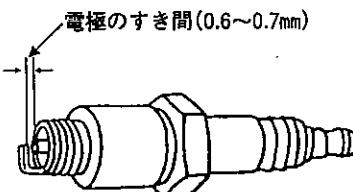

図 41
- (1) 電極部が汚れている場合は良く掃除し、電極のすき間を所定の寸法(0.6~0.7mm)に調整してください。(図41)
- (2) 電極部がひどく焼け、丸くなっているたり、ガイシ部にひびが入っているときは新品と交換してください。